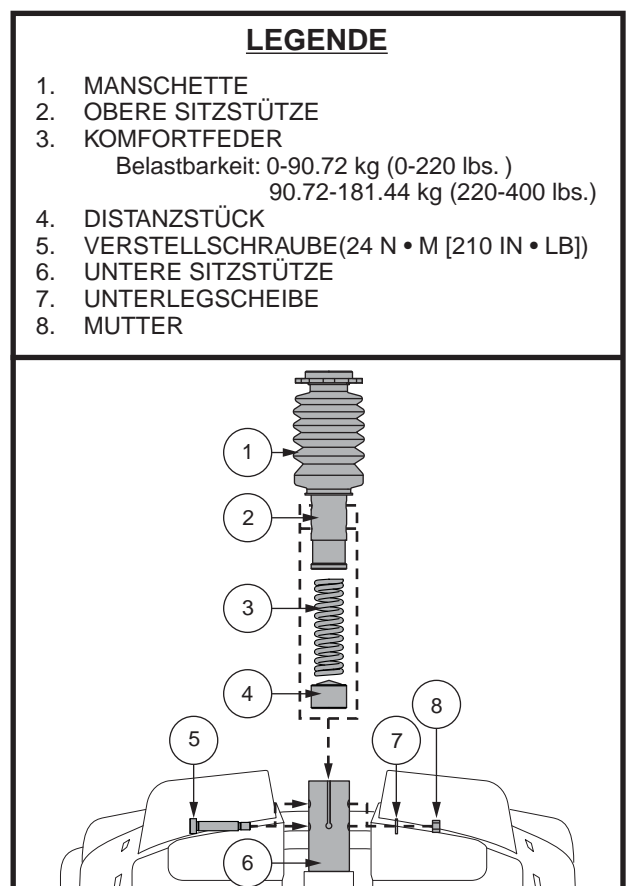

Abb. 18. Einstellung der Sitzhöhe - Komfort-Sitzstütze
4. Drücken Sie die Sitzstütze nach unten, während Sie die Verstellungsschraube, Unterlegscheibe und Mutter lösen und entfernen. **Siehe Abb. 18.**
6. Bringen Sie die gewünschte Komfortfeder an. **Siehe Abb. 18.**